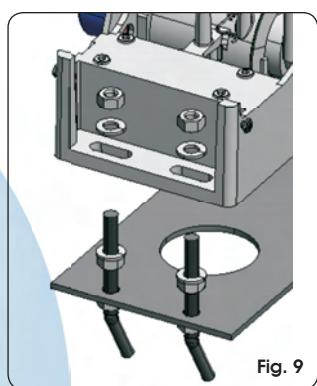

Fig. 9
- ④ Plaats de aandrijving op de plaat met gebruikmaking van de bijgeleverde ringen en moeren, zoals in Fig. 9.